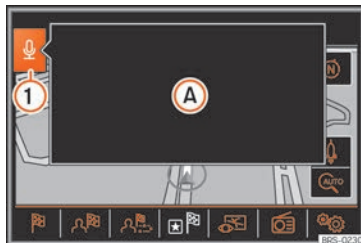

Fig. 182 Manejo por voz: indicación del menú ayuda y elementos pronunciables.
- Diga las órdenes cuando hayan finalizado las locuciones y señales acústicas y en la pantalla se muestre el símbolo  »» fig. 182 ①.
Se muestra un menú de ayuda con las órdenes más importantes del modo activo en ese momento (p. ej. Navegación) »» fig. 182 ②. Otros elementos pronunciables se representan en rojo en la pantalla correspondiente »» fig. 182. La indicación del menú de ayuda se puede activar y desactivar en el menú **Ajustes del manejo por voz** »» pág. 204.